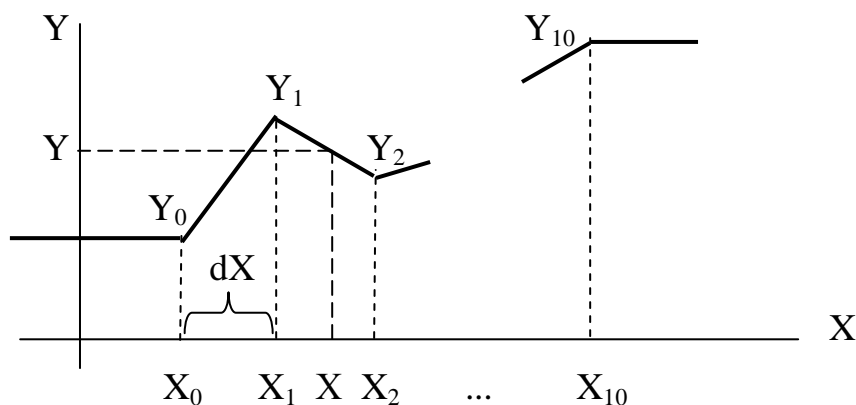

Рисунок 2.4 – кусочно-линейная аппроксимация
2.3.7.14 Задача на основе алгоритма 028E «кусочно-линейная аппроксимация» позволяет вычислить значение функции $Y=f(X)$ методом кусочно-линейной аппроксимации с постоянным шагом dX в диапазоне значений аргумента от X_0 до X_{max} (см. рисунок 2.4). Значения X_0 , dX и используемое количество интервалов аппроксимации N (от 1 до 100) задаются при настройке. Также при настройке задаются значения функции в узловых точках Y_0, Y_1, \dots, Y_N . При $N < 100$ значения параметров Y_{N+1}, \dots, Y_{10} безразличны.